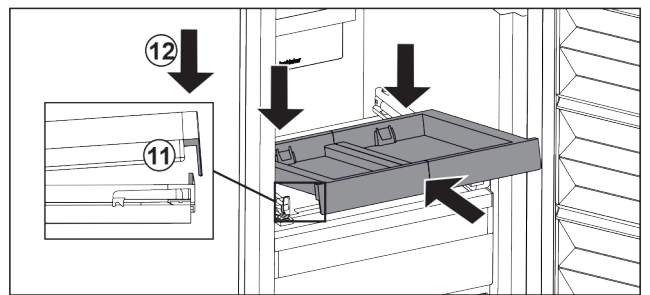

Fig. 122
- ▶ Inserire in modo inclinato. Assicuratevi che l'arresto sia dietro la linguetta su entrambi i lati. Fig. 122 (11)
- ▶ Abbassare il ripiano estraibile nella parte anteriore. Fig. 122 (12)